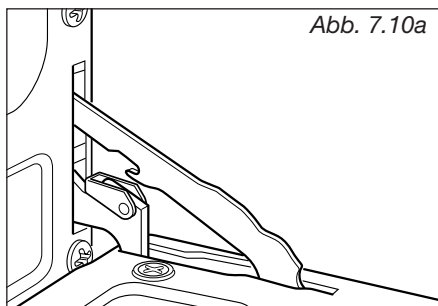

Abb. 7.10a
1. Ofentür öffnen (abb. 7.10a).